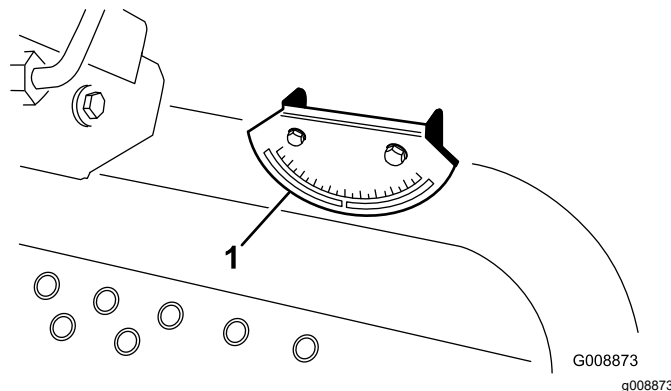

Figure 5
2. Vérifiez que la machine est de niveau en plaçant un inclinomètre à main (fourni avec la machine) sur la traverse du cadre près du réservoir de carburant (Figure 5). L'inclinomètre doit indiquer 0° vu de la position d'utilisation.